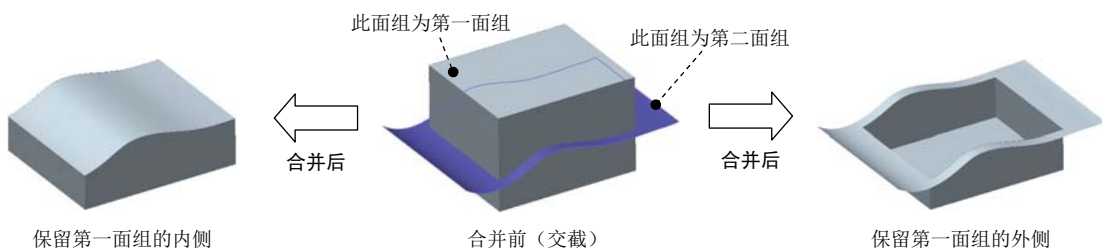

图 6.5.2 “相交”类型
-  相交 单选按钮：即交截类型，合并两个相交的面组。通过单击图 6.5.1 中的 C 按钮或 D 按钮，可指定面组的相应的部分包括在合并特征中，如图 6.5.2 所示。